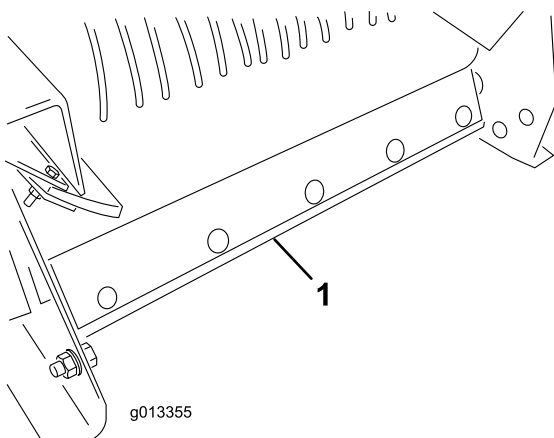

Рисунок 50
5. Извлеките скребок ленты транспортера в сборе из подкормщика ProPass (Рисунок 50).